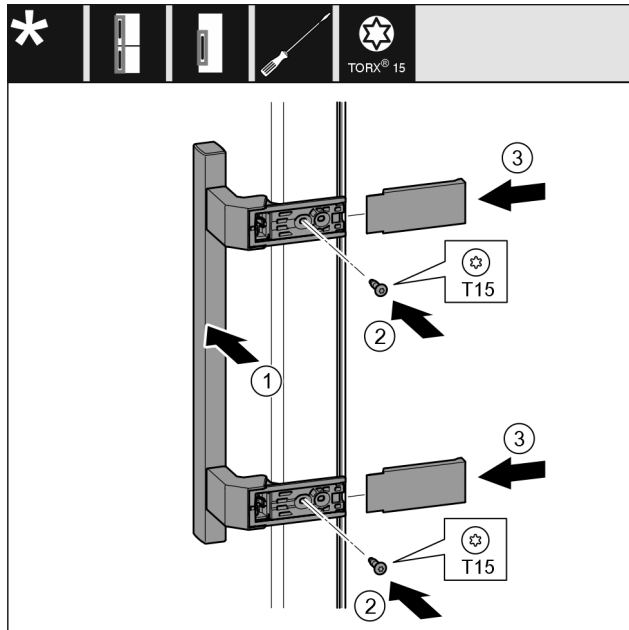

Fig. 20
- ▶ Påsæt grebet Fig. 20 (1) på den modsatte side.
- ▶ Skru skrue Fig. 20 (2) fast med en skruetrækker.
- ▶ Påsæt afdækningerne Fig. 20 (3) på siden, og skub dem på plads.